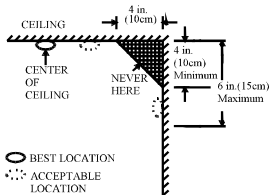

Abbildung 4: Empfohlene beste und akzeptable Standorte zur Anbringung von Rauch- und Wärmemeldern
- ◆ Installieren Sie Rauch-/Wärmemelder so nahe wie möglich in der Mitte der Decke. Wenn das nicht praktikabel sein sollte, bringen Sie den Melder nicht näher als 10 cm von jeder Wand oder Ecke entfernt an, wie in Abbildung 4 gezeigt wird.
- ◆ Wenn eine Montage an der Decke nicht möglich ist und eine Anbringung an der Wand von Ihren staatlichen und lokalen Behörden gestattet wird, dann installieren Sie die an der Wand angebrachten Melder in einer Entfernung von 10 bis 15 cm von der Decke, siehe auch Abbildung 4